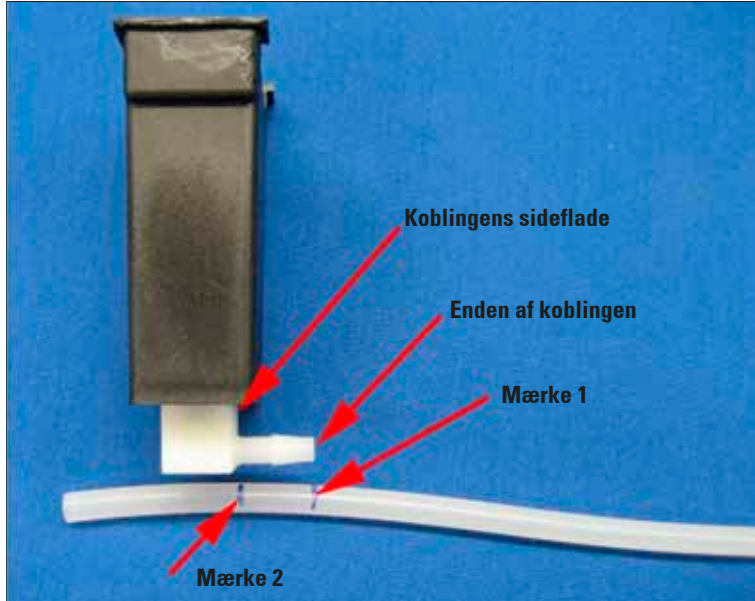

Fig. 25
- Placer mærke 1 ud for enden af koblingen, og lav en markering mere ("Markering 2") for at angive koblingens langsgående overflade (fig. 25).